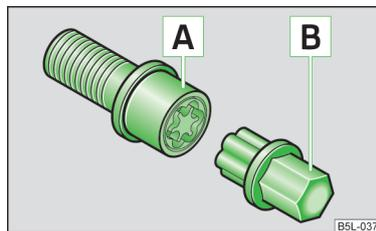

Fig. 115
- Insérez à fond l'adaptateur B » fig. 115 sur son côté denté jusqu'en butée dans la denture intérieure du boulon antivol A de telle façon qu'il dépasse encore du six-pan extérieur.